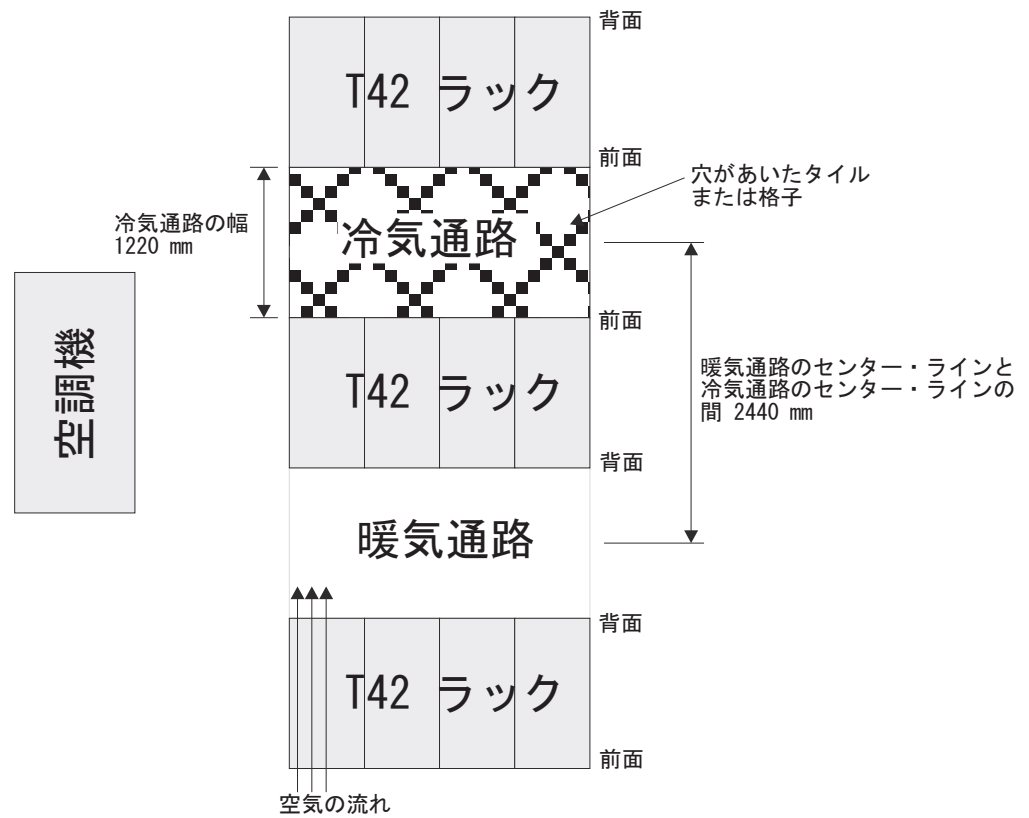

図 11. 冷氣通路/暖气通路ラック構成の例
- 空気はラックの前面から入り、背面から出るようにすること。ラックから出る空気が、別の装置の取り入れ口に入らないようにするために、ラックを、背面と背面、あるいは前面と前面を合わせるようにして交互の列に配置する必要があります。この配置方法は「冷気通路/暖気通路」と呼ばれ、33 ページの図 11 にその図を示しました。